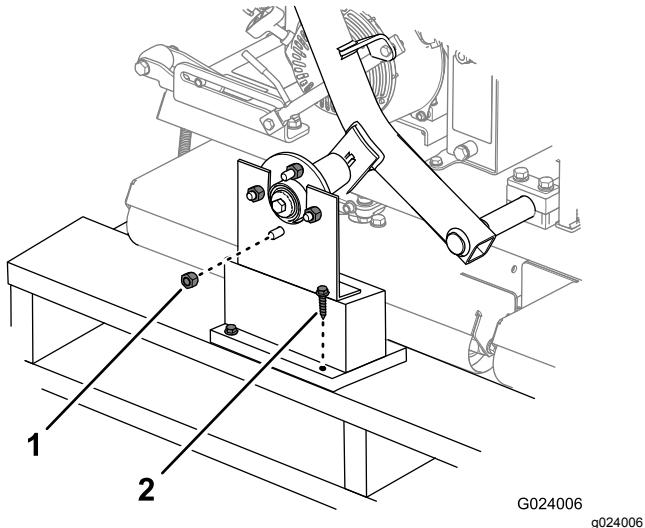

図 3
1. ホイールハブを出荷用ブラケットに固定しているラグナットを取り外す図3。同じく、各ホイールハブのスタッドにねじ込んであるナットも外す。